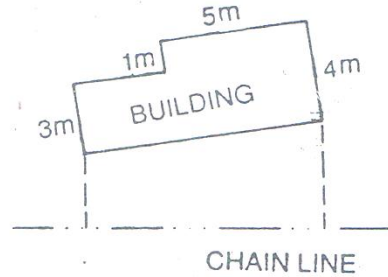

Fig. 2.13
- که چېرته تعمیر کو چني وي دهغې کنجونه د مايل یا عمودي افست پواسطه باندې رسمېږي او نور نقاط په مستقیم ډول سره اندازه کوو او په ساحوي کتاب کې لیکو. د fig 2.13 شکل مطابق